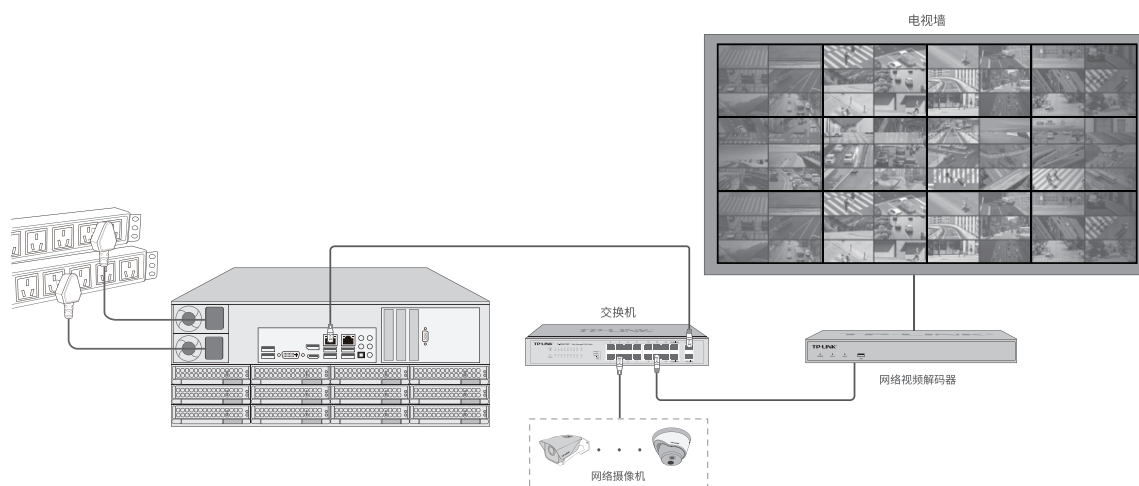

图3-5 设备连接示意图
本机具有VMS管理、流媒体转发以及解码上墙等功能, 可参考图3-5连接设备。
1. 确保36盘位存储管理服务器已正确连接到电源及其它设备, 连接方式可参考图3-5;